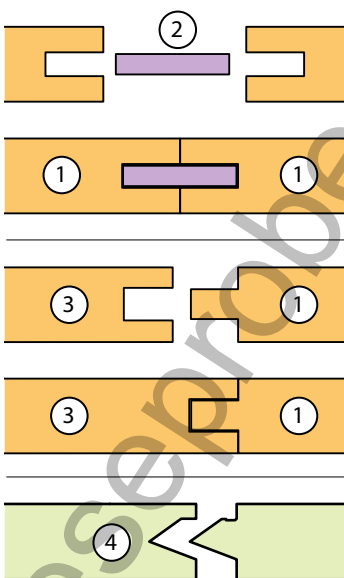

Abb. 2/214: Verbindungen; Nut (1) und Feder (2), Nut (1) und Kamm (3), Keil-Nutsystem bei seitlichem Stoß (4)
Die Abdichtung der Sparrendurchführungen erfolgt, nachdem die Luftdichtheitsbahn genau an die Sparrenseiten angeschnitten ist und die Zugangsschnitte verklebt sind. Es kann direkt mit der heruntergeführten Flächenbahn oder einem Anschlusslappen gearbeitet werden. Die Arbeitsschritte sind in Abb. 2/115 dargestellt und beschrieben.
Abb. 2/115: Sparrendurchführung, Anschluss Luftdichtheitschicht; Wand (1), luftdichter Anschluss auf Wand (2), Anschlusslappen (3), Sparren (4), Dachschalung (5), luftdichter Zusammenschluss Fläche und Anschlusslappen (6), Dämmung (7). Ausführungsschritte: Aufschneiden und um Sparren herum ausschneiden (A rote Linie), Klebeband auf senkrechten Schnitt (B orange), Anbringen der Klebebänder unten und oben beim Sparren (C grün), Anbringen der Klebebänder seitlich beim Sparren (D rot). Zwecks besserer Darstellung des Anschlussprinzips wurde für das gleiche Klebeband orange, rot und grün gewählt.
Abb. 2/210: Wärmedämmung zweilagig über Sparren, mit oberen Holzeinlagen, Längsschnitt; Sparren (1), homogene untere Dämmlage Plattenstoss (2), obere Dämmlage 60 mm (3), quer zu Sparren eingebaute Holzeinlage 60x100 mm (4), 60° Fachwerkverschraubung (5), Konterlattenschrauben (6) mit Schraubendichtungspads (pink)
Abb. 2/211: Wärmedämmung zweilagig über Sparren, mit oberen Holzeinlagen; Querschnitt Sparren (1), homogene untere Dämmlage (2), obere Dämmlage 60 mm (3), quer zu Sparren eingebaute Holzeinlage 60x100 mm (4), 60° Fachwerkverschraubung (5), Konterlatten mit Schrauben (6), Schraubendichtungspads (pink)